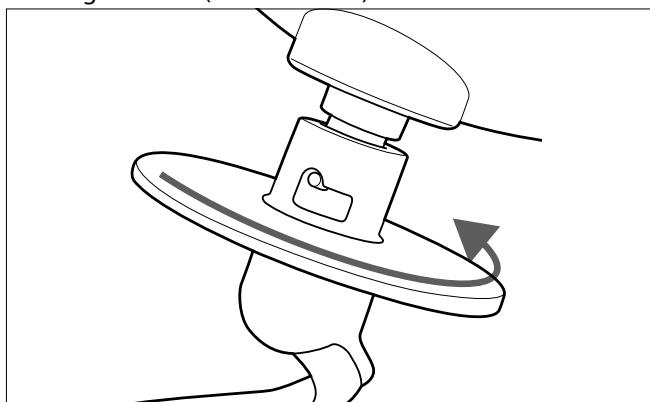

Abb. 10 – Rührwerkzeug sichern
- Drücken Sie das Rührwerkzeug nach oben und drehen es im Uhrzeigersinn, bis es einrastet. Ein Rührwerkzeug kann nur dann richtig eingesetzt und gedreht werden, wenn die Führungsnase in der entsprechenden Führungsnuß sitzt (siehe Abb. 10).